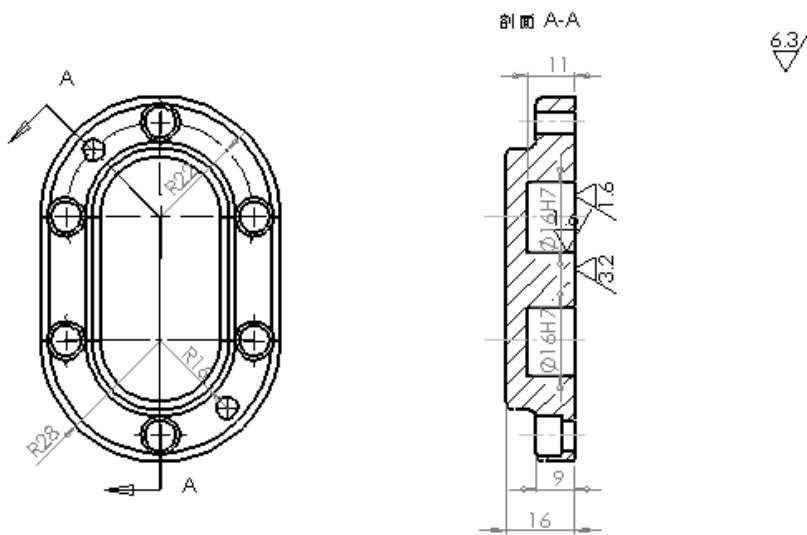

图 8-101 标注表面粗糙度
**08** 设置完成后，移动光标到需要标注表面粗糙度的位置，单击 FeatureManager 中的 按钮，表面粗糙度即标注完成。下表面的标注需要设置角度为 180 度，标注表面粗糙度效果如图 8-101 所示。